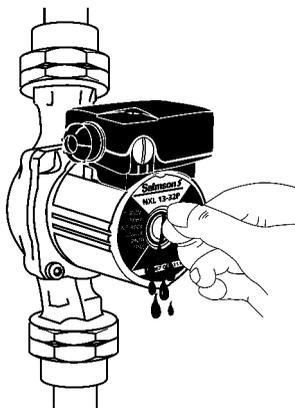

Рис. 5
- Удаление воздуха из насоса осуществляется вручную: ослабьте заглушку, но не отвинчивайте до конца (см. рис. 5); после того как вода стечет, а пузырьков воздуха больше не будет, завинтите заглушку до упора.